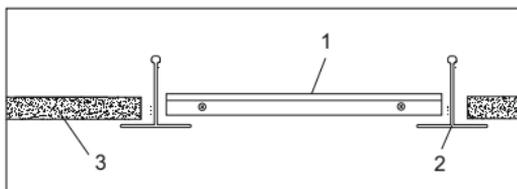

Рисунок 2
4.2.3 Встраиваемый монтаж осуществляется следующим образом (см. рисунок 2): светодиодную панель (1) установить на место потолочной плиты 600х600 мм (3) в межпотолочное пространство между направляющими (2) потолка «Armstrong», как показано на рисунке 2.